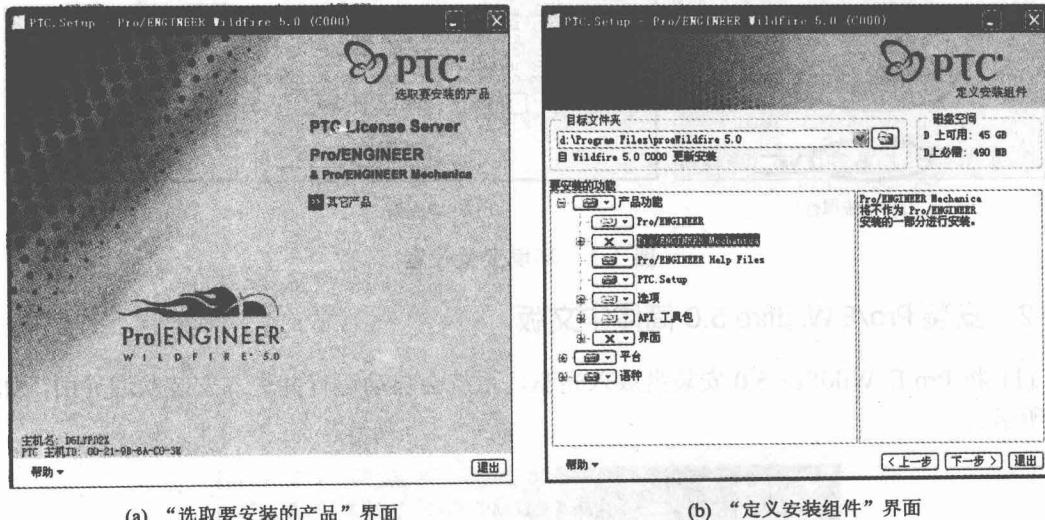

图 1-4 安装界面(二)
(4) 单击【下一步】按钮，对话框自动切换到“选取要安装的产品”界面，如图 1-4(a)所示，单击选择“Pro/Engineer”项。
(5) 切换至“定义安装组件”界面，如图 1-4(b)所示。在对话框中可以设置软件安装目录及选择要安装的组件。在“要安装的功能”列表中列举了所有产品功能、软件安装平台以及语种。程序默认软件安装在 c 盘，我们可以根据需要改变安装目录。如将软件安装目录改为 d:\Program Files\proeWildfire 5.0。